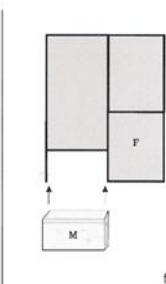

fig. 3
- Incassare la mangiatoia M sul frontale F, facendo scorrere quest'ultimo sulle guide (fig. 3)